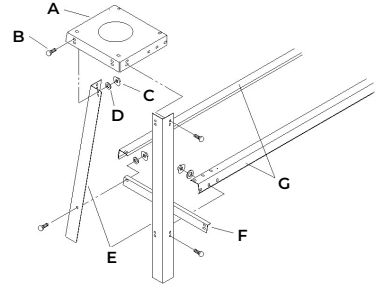

Рис. 2
- Установите подставку на ровную поверхность и надежно затяните все гайки с помощью 14-мм ключа или разводного ключа. Смотрите Рисунок 2